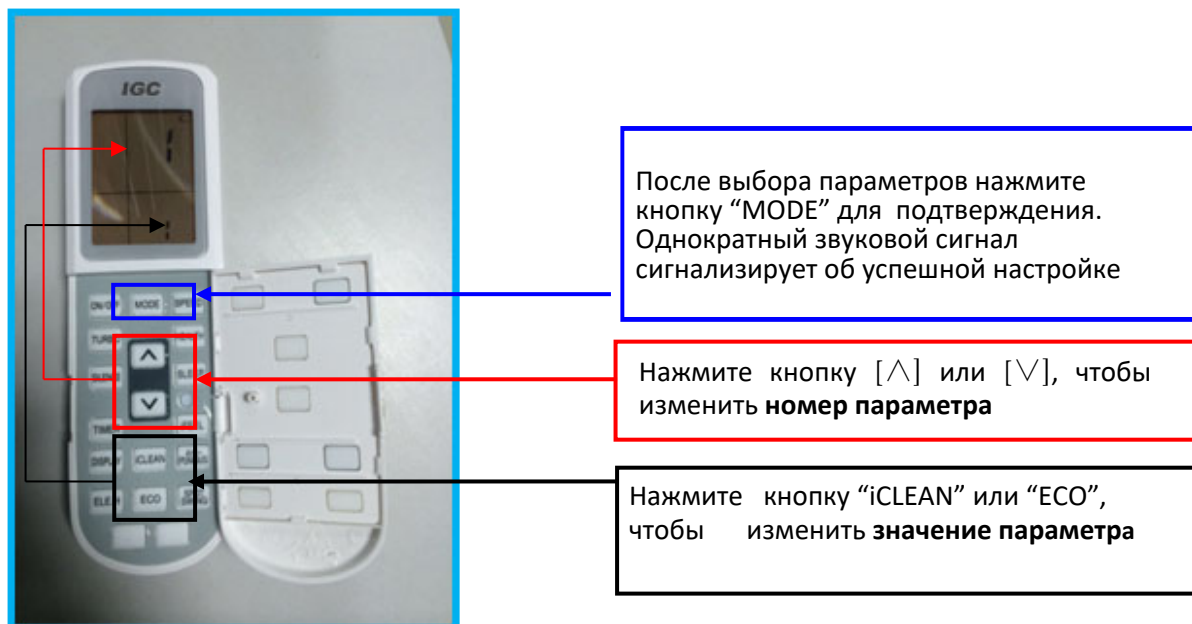

Рис. 3.5
- 1) Войдите в режим настройки, для этого нажмите и удерживайте одновременно две нижние кнопки на пульте (рис.3.5) в течение 10 сек